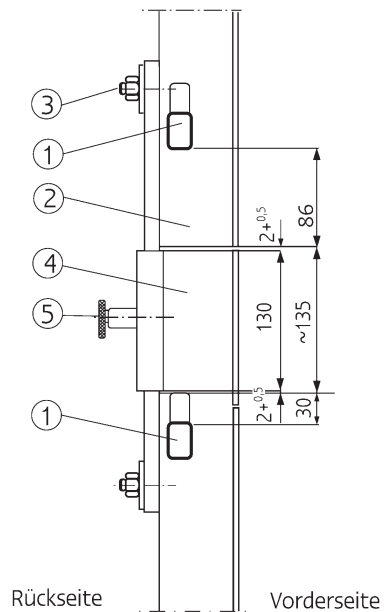

Abb. 1: Entnahmeklappe für Typ 6434 u. ä.
2. Entnahmeklappe-Neueinbau (Abb. 1)
An der gewünschten Stelle ein Stück Fallschutzschienenholm (2) von 135 mm Länge (30 mm oberhalb der unteren Sprosse gemessen Abb. 1) maßhaltig ausschneiden. Schnittflächen winklig und sauber glätten, sowie Kanten entgraten.
6.1 Zur Benutzung der Entnahmeklappe wird der Entriegelungsstift (5), der sich auf der Rückseite befindet, nach hinten gedrückt (siehe Abb. 1). Somit kann die Entnahmeklappe zur rechten Seite gedreht und der Läufer eingeführt oder entnommen werden.